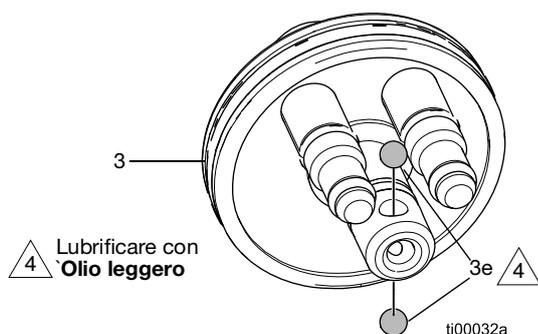

FIG. 35: Posizione dei cuscinetti a sfera del pistone
1. Assicurarsi che i cuscinetti a sfera (3e) siano in posizione. Vedere FIG. 35.
3. Spingere il pistone (3) nel corpo della pistola.
4. Lubrificare e installare la guida della molla (9) nel pistone (3).
5. Installare la molla del fluido (11).
6. Installare la molla dell'aria (16).
7. Serrare il cappuccio del pistone (5) sulla pistola.